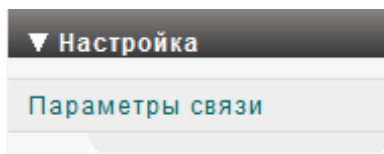

Рисунок 2.2 – Вкладка «Параметры связи»
- откройте вкладку «Параметры связи» (рис. 2.2), настройте параметры соединения: